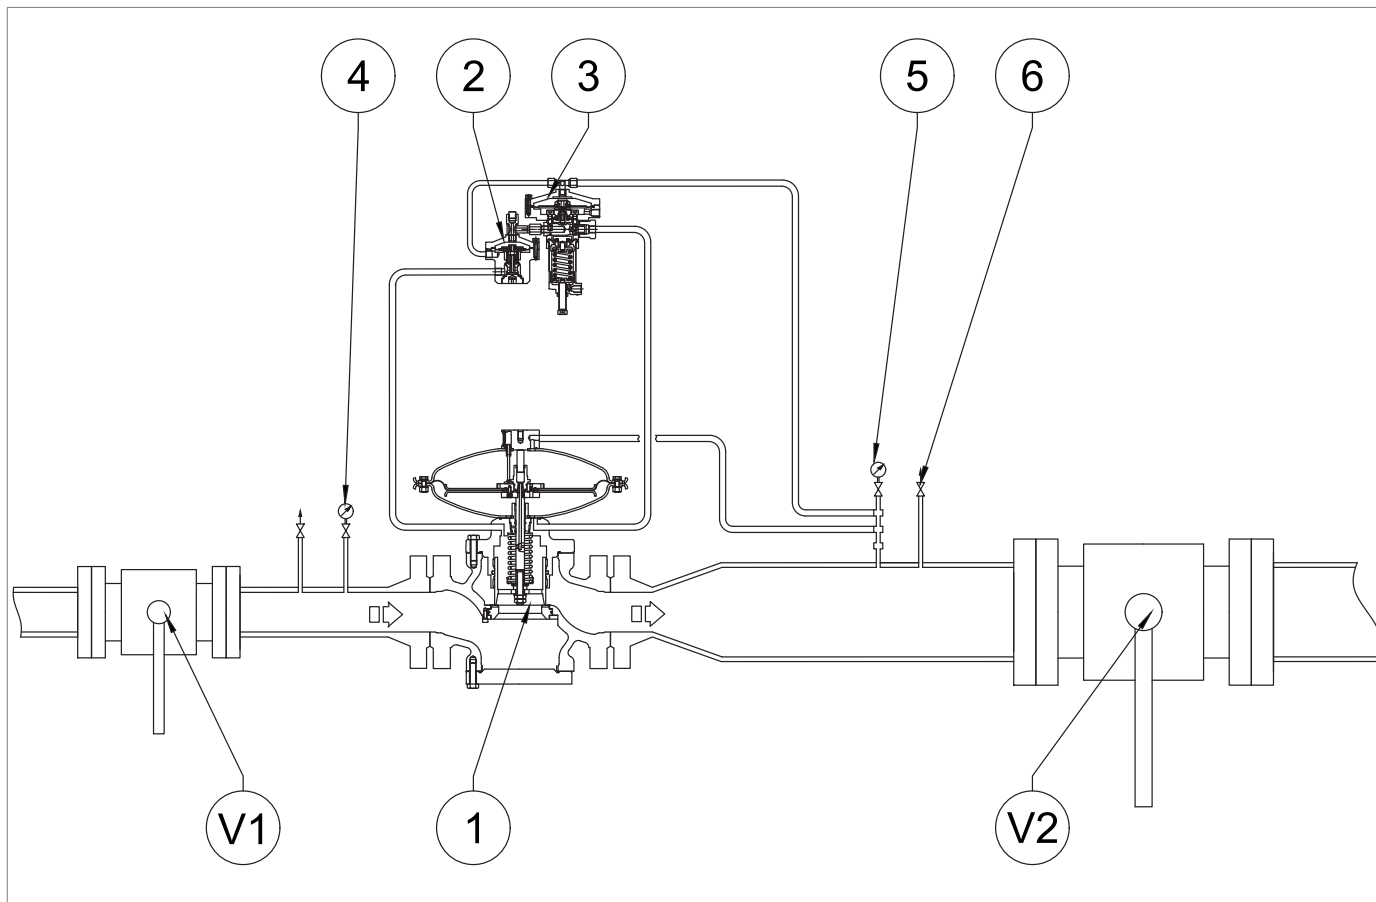

Fig. 8.32. Idrifttagning av regulatorm REVAL 182
<p>Öka trycket nedströms till spärrventilens interventionsvärde genom att vrida på huvudregulatorns pilotjusterskruv, för att kontrollera att kalibreringen är korrekt.</p> <p>! MEDDELANDE!</p> <p>Kontrollera trycket med hjälp av manometern (Fig. 8.32, ref. 5) nedströms huvudregulatorn.</p> <p>Om spärrventilen:</p> <ul style="list-style-type: none"> <li>• ingriper före inställt tryckvärde: skruva in (medurs) justerringens mutter (13) så att fjädern (11) trycks ihop mer;</li> <li>• inte löser ut vid inställt tryckvärde: skruva loss (moturs) justerringens mutter (13) så att fjädern (11) avlastas.</li> </ul>
2	Minska trycket i nedströmsdelen genom att öppna avtappningskranen (Fig. 8.32, ref. 6) så att det når upp till huvudregulatorns kalibreringsvärde.
3	Stäng avtappningskranen (Fig. 8.32, ref. 6).